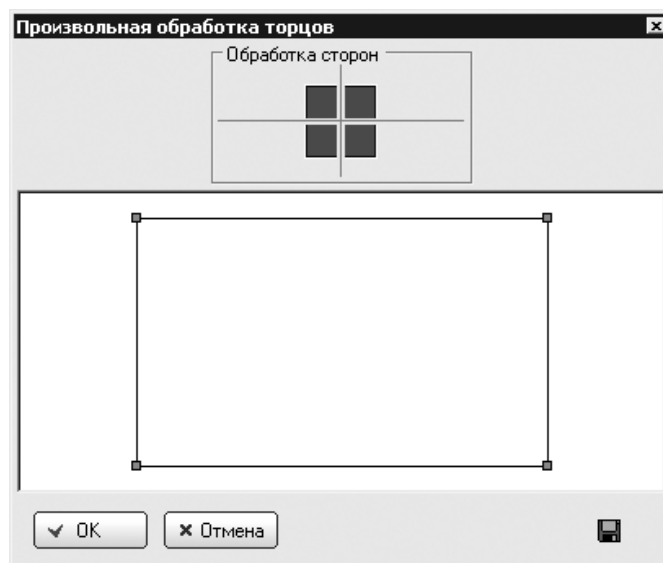

Рис. 8.12
1. В окне определения свойств в группе управляющих элементов Форма нажать кнопку Произвольно — откроется окно Произвольная обработка торцов (рис. 8.12).